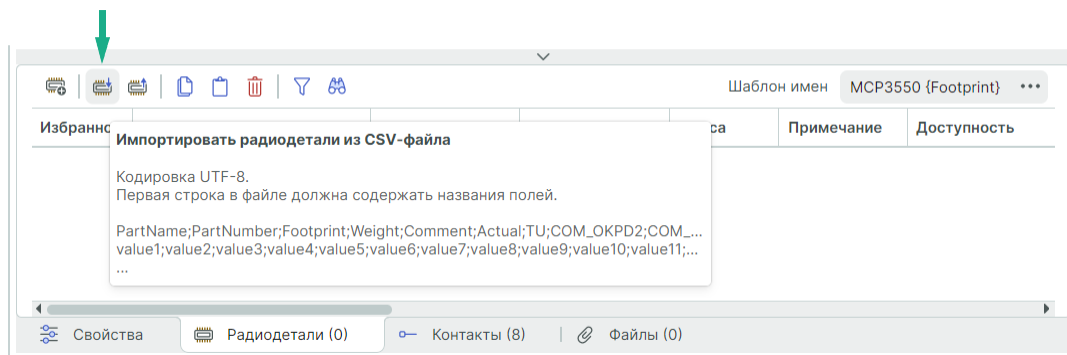

Рис. 322 Импорт данных радиодеталей с помощью csv-файла
1. Нажмите на символ  «Импортировать радиодетали из CSV-файла» на вкладке «Радиодетали» редактора компонентов, см. Рис. 322.